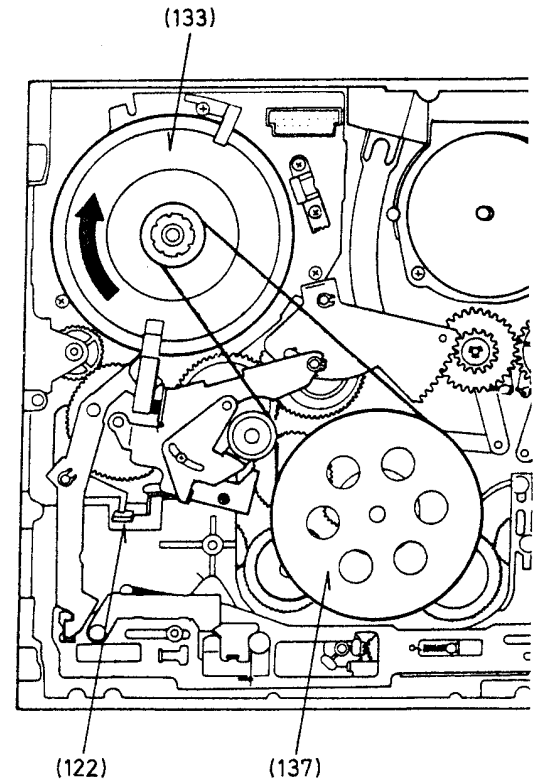

Fig. 18
- Umstellhebel (122) drücken und Capstanrotor (133) im Uhrzeigersinn drehen bis der Einfädelvorgang abgeschlossen ist (Fig. 18).
- Press the change-over lever (122) and rotate the capstan rotor (133) in the clockwise direction until the loading in process is completed (Fig. 18)
- Premere la leva (122) e ruotare in senso orario il rotore capstan (133) finchè la fase di caricamento del nastro è conclusa (fig. 18).